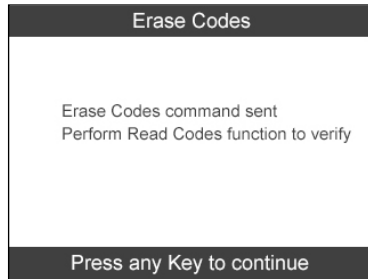

Abbildung 4.29
- 3) Wenn der Befehl zum Löschen abgesendet wurde, wird der folgende Bildschirm angezeigt (Abbildung 4.29). Drücken Sie eine beliebige Taste, um fortzufahren. Damit die Codes auch wirklich gelöscht werden, führen Sie den Befehl **Codes lesen** erneut aus.